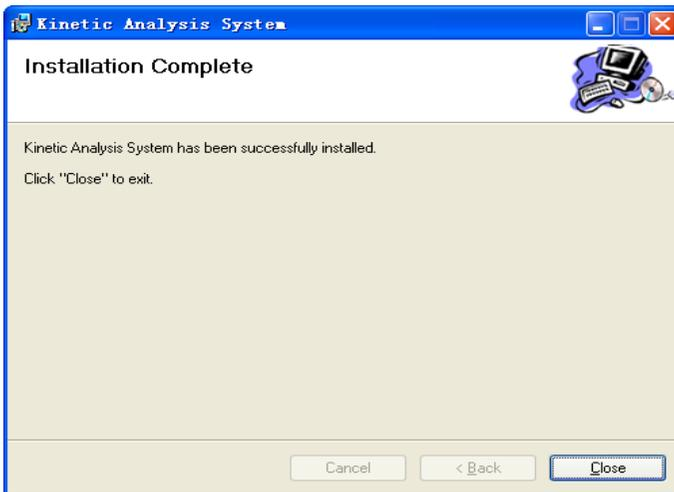

图 3.11 安装完成对话框
5、安装结束后会弹出安装完成对话框（图 3.11），至此“GDEM 动力学专业版（V2.5）”安装完成，点击“Close”退出安装程序。